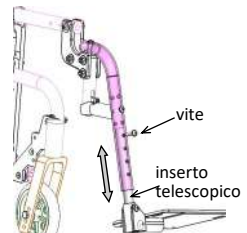

fig. 10.1: Regolazione altezza
• Regolazione altezza del poggiatesta (fig. 10.1):